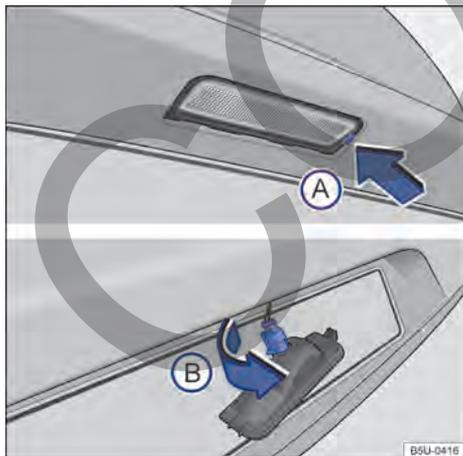

Fig. 184 En el paragolpes trasero: retirar la luz de la placa de licencia y el portalámparas.
- 2 Con el auxilio de un destornillador, presionar la traba → fig. 184 (A) para quitar el conjunto.
- 3 Girar el portalámparas en el sentido de la flecha (B), y desencajarlo del alojamiento.
- 7 Presionar el portalámparas en el alojamiento y girar en el sentido contrario al de la flecha (B).